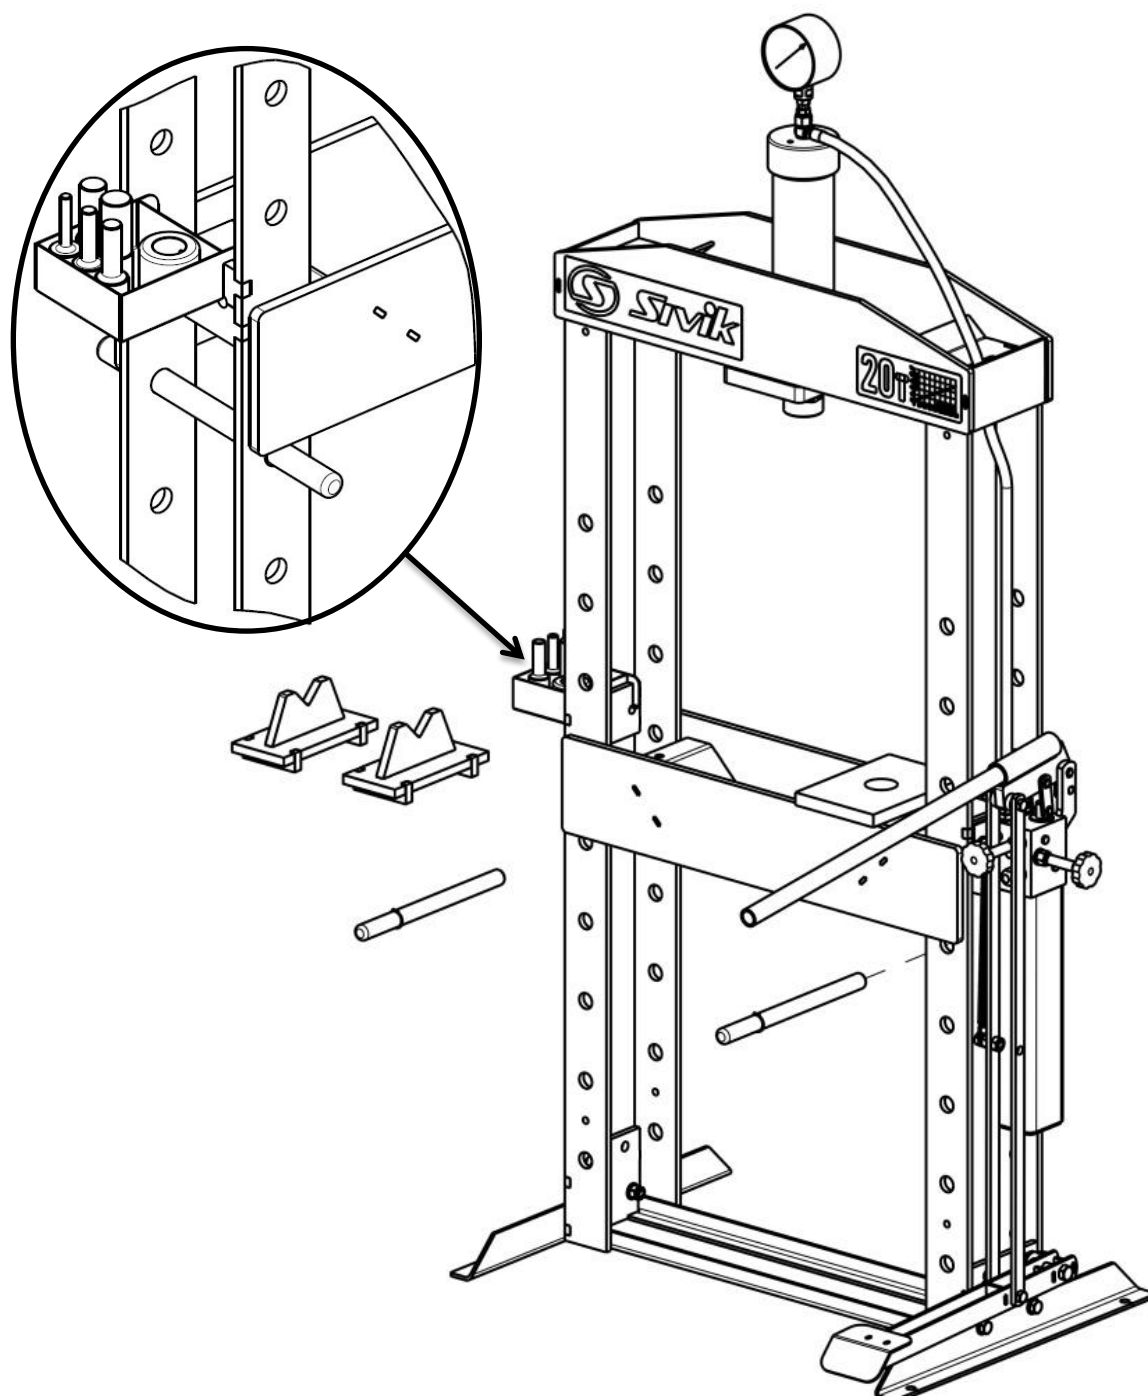

Рисунок 6
4.7 Установите опорную ферму пресса (Рис.6) на требуемой высоте, сначала зафиксировав ее положением осью с одной стороны рамы пресса, вставив ее в отверстие на раме, а затем с другой стороны. Ящик для пуансонов разместите на противоположной стороне насосной станции.